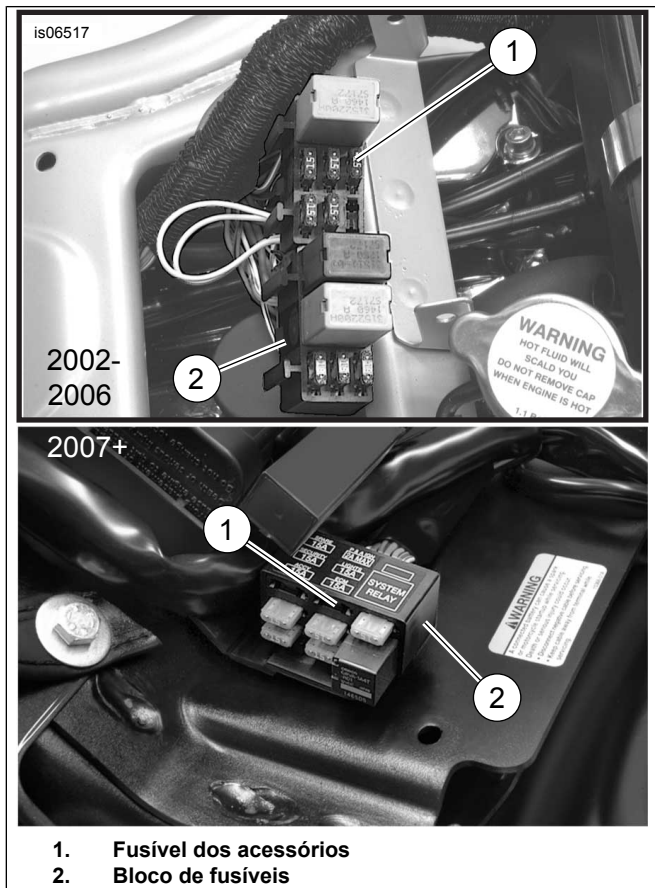

Figura 15. Localizações de fusível dos acessórios (Modelos V-Rod)
1. Consulte Figura 15. Abra cuidadosamente uma área do invólucro da cablagem principal próximo do bloco de fusíveis (2) num ponto acessível e corte o fio da cablagem principal cor de laranja/branco que conduz à cavidade do fusível (1) com a marca: